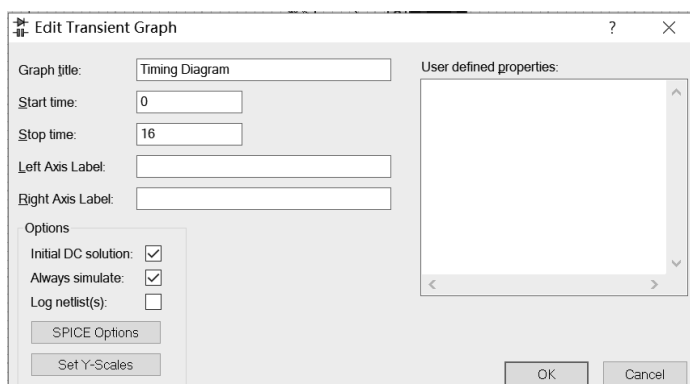

图 1-56 修改图表参数
(2) 单击左侧图标,选择图表仿真的种类。选择数字波形(DIGITAL)或数字模拟混合波形(MIXED)。在绘图区合适的空白位置单击鼠标左键拖出一个长方形图表区域,再次单击左键确定。在绘图区分别选中四个电压探针名字,再次单击把它拖曳到图表中,发现图表中多了四条白色的横线,此时可观察纵横向坐标。如果想删除图表中多余的电压探针,可选中探针名称,从右键菜单中选择删除。
(3) 双击图表中最上边的红色区域,把标题更改为“Timing Diagram”(时序图),把停止时间改为16(秒)。因为时钟CLOCK默认为1秒周期,所以计满一个循环(16个周期)共16秒,如图1-56所示。